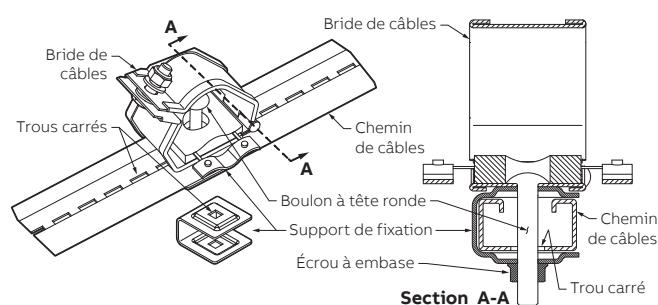

Figure 4
4. Fixez la bride sur le support de fixation, puis passez le boulon à tête ronde par le trou carré de la bride, du support et de l'échelon, de manière à ce que le col carré du boulon s'insère dans les trous carrés de la bride et du support (figure 4).